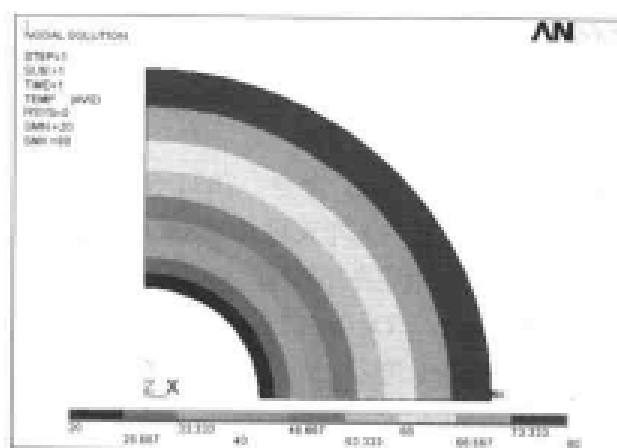

图 9-45 温度场分布等值线图
(1) 选择 Main Menu | General Postproc | Plot Results | Contour Plot | Nodal Solu 命令, 出现 Contour Nodal Solution Data 对话框, 依次选择 Nodal Solu | DOF Solution | Nodal Temperature 选项, 单击 OK 按钮, ANSYS 显示窗口显示温度场等值线图, 如图 9-45 所示。